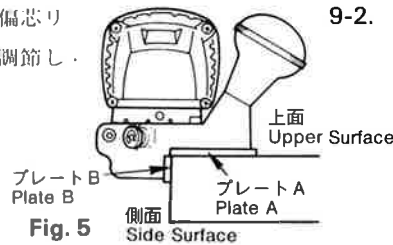
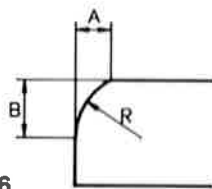

Fig. 5
Fig. 6
- ① Fig. 5 のようにプレートA側を上面に、プレートB側を側に当てます。そのとき、側面が接線カットになるように偏心リングを回して調整し、第1回目の切削をして下さい。(Fig. 6)
- ① Place MINI BEVELER on workpiece with plate A on upper surface of workpiece and plate B on side surface, as indicated in Fig. 5. Then, turn the eccentric ring to adjust the tips to cut properly side surface, and conduct the first cut. (See Fig. 6)